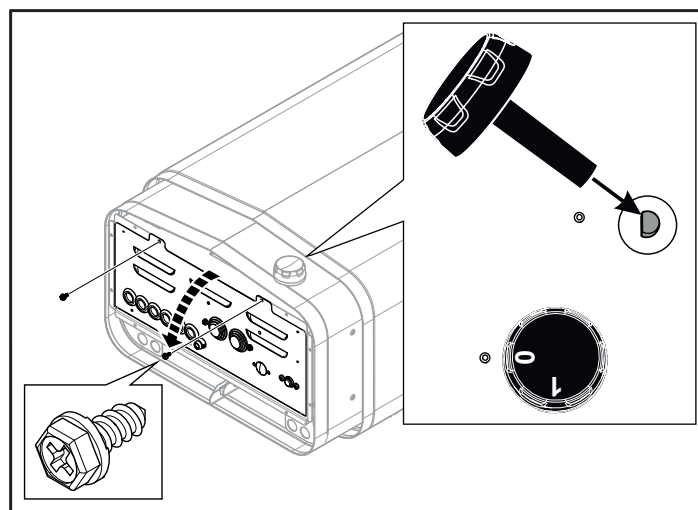

Рисунок 8: Открытие/закрытие крышки
1. Положите нагреватель лицевой стороной вверх. Установите ручку (см. рис. 8).
2. Открутите винты и откройте крышку (см. Рисунок 8).
7. Закройте крышку и затяните винты (см. Рисунок 8).